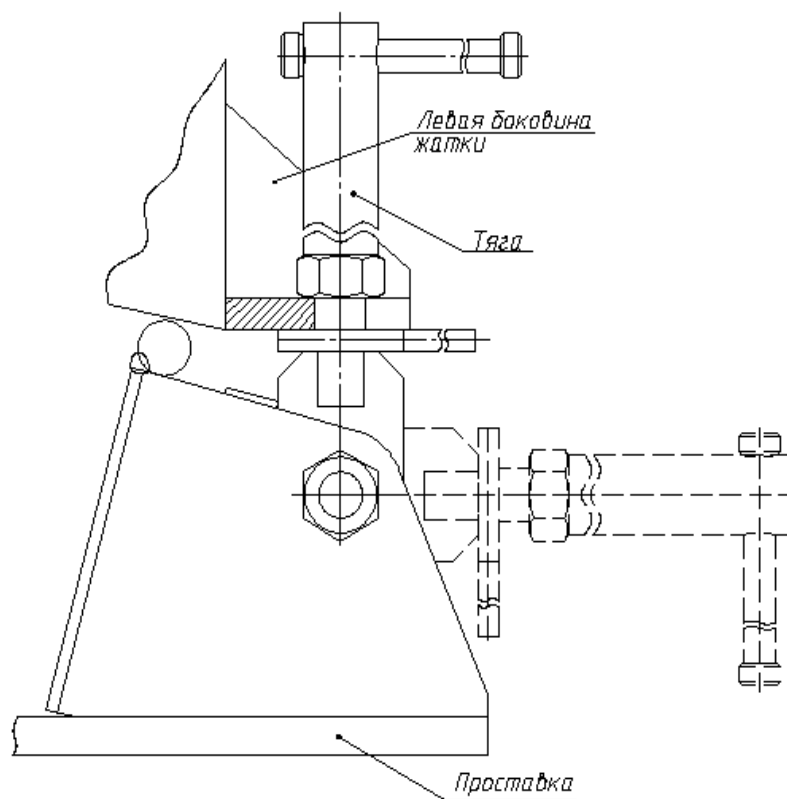

Рисунок 5 – Фиксация жатки тягой
5.2.2 При транспортных переездах жатки зафиксируйте левую боковину тягой в верхнем положении (рисунок 5).
- управляя с кабины трактора, выдвиньте шток гидроцилиндра подъема жатки, установив жатку на максимальную высоту, при этом клапан 3 (рисунок 3) должен быть открыт, страховочная тяга (рисунок 5) должна находиться в горизонтальном положении;
- зафиксируйте тягой левую боковину жатки (рисунок 5), накинув сверху квадратную шайбу и завернув гайку (рисунок 1);